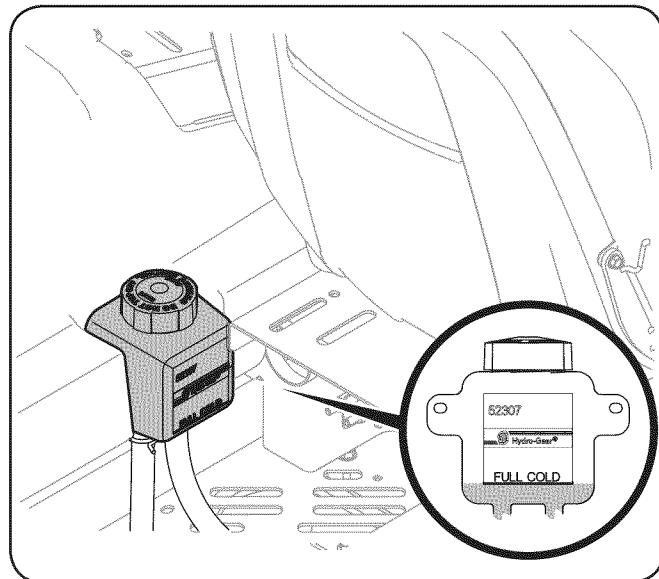

Figura 27
1. Gire el asiento del operador hacia adelante y limpie la tapa del depósito y el área que la rodea para evitar que el aceite de transmisión se contamine con residuos. Vea la Figura 27.
2. Gire la tapa del depósito en sentido contrario al de las agujas del reloj para retirarla, luego controle el nivel de aceite del depósito. El aceite debe ser visible en la base de la cubeta, pero el nivel del mismo NO debe estar por encima de la línea de "LLENÓ FRÍO". Vea la Figura 27. NO LLENE EL DEPÓSITO EN EXCESO.